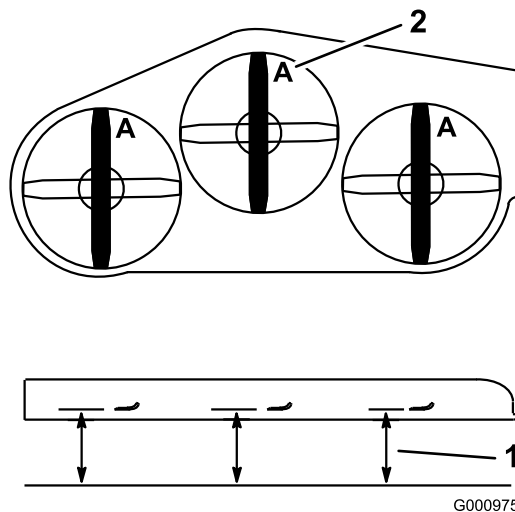

Figure 78
4. Mesurez la distance entre la surface plane et le tranchant (position A) des lames (Figure 78).